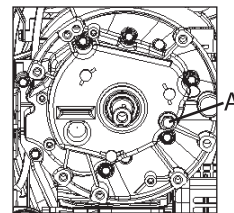

Рис.7.
- Когда двигатель остынет, откройте крышку слива масла А на Рис.7 и слейте масло в подходящее для этого емкость.